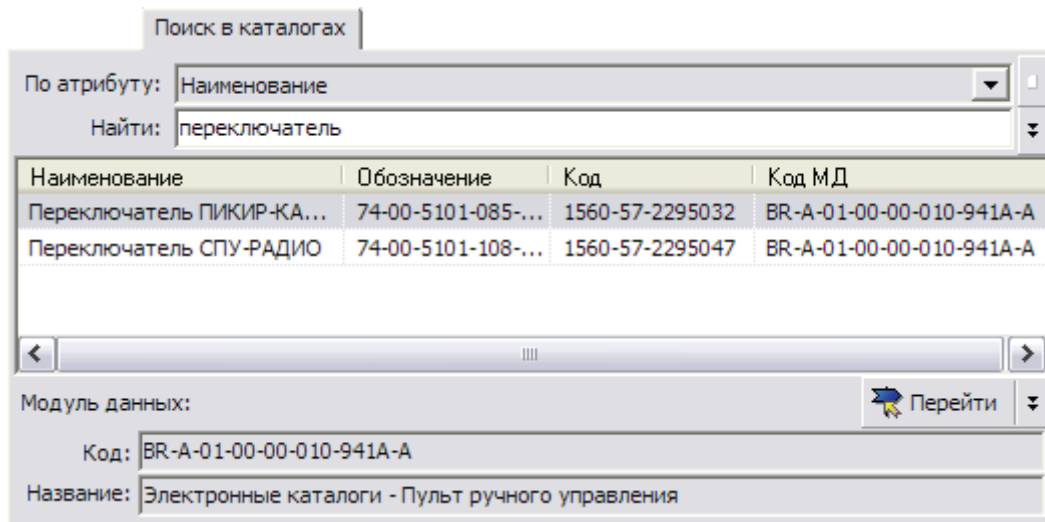

Рис. 3.70
7. Если выделить одну из найденных позиций, в нижней части окна отобразится код и название модуля данных электронного каталога, в котором найдена выбранная позиция (Рис. 3.70).